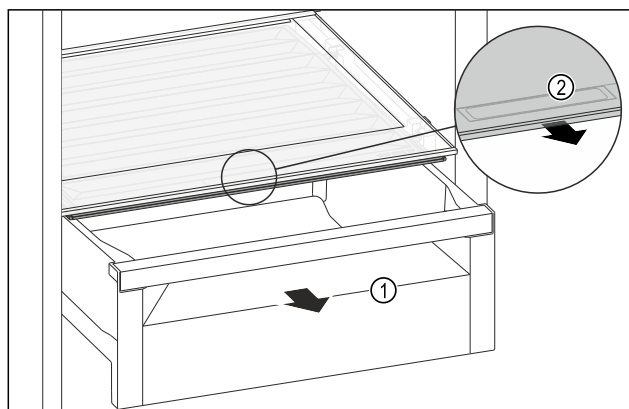

Fig. 145
- Træk skuffen Fig. 145 (1) ud.
- Tag fat i grebsforsænkningen Fig. 145 (2) i bokslåget, og træk samtidigt bokslåget frem.